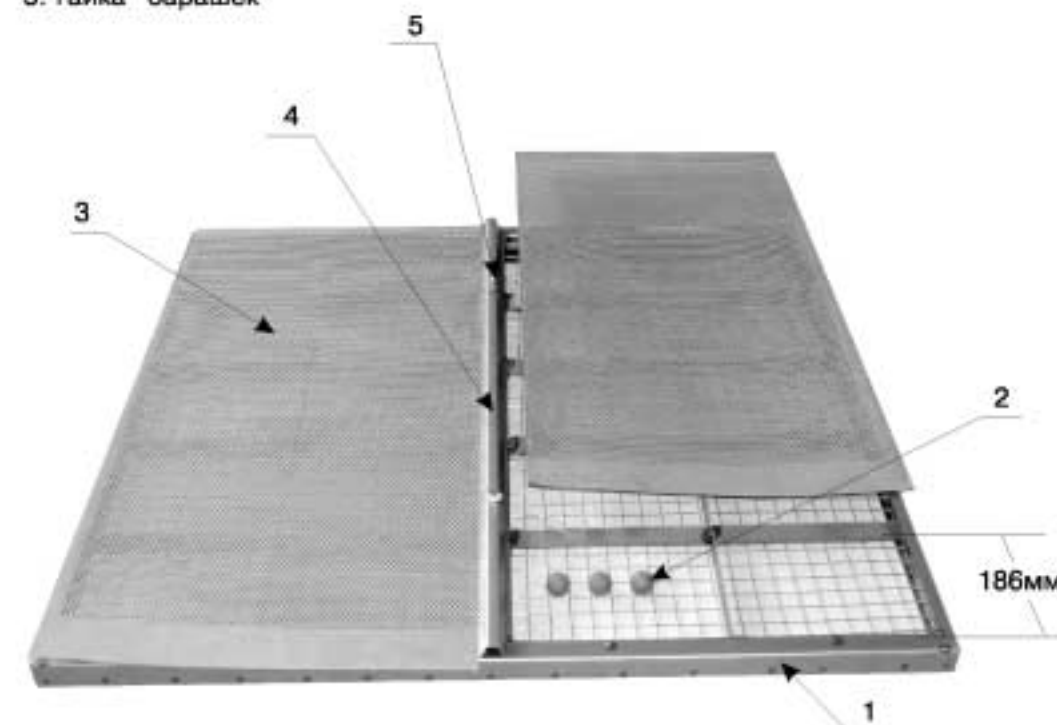

Рис.6
4.4. Активатор с решетами (рис. 6) состоит из корпуса 1 с шириной между перегородками 186мм, шариковые очистители 2 укладываются в каждую ячейку по 3 шт., решета только с круглыми отверстиями крепятся планкой 4 и гайками 5.